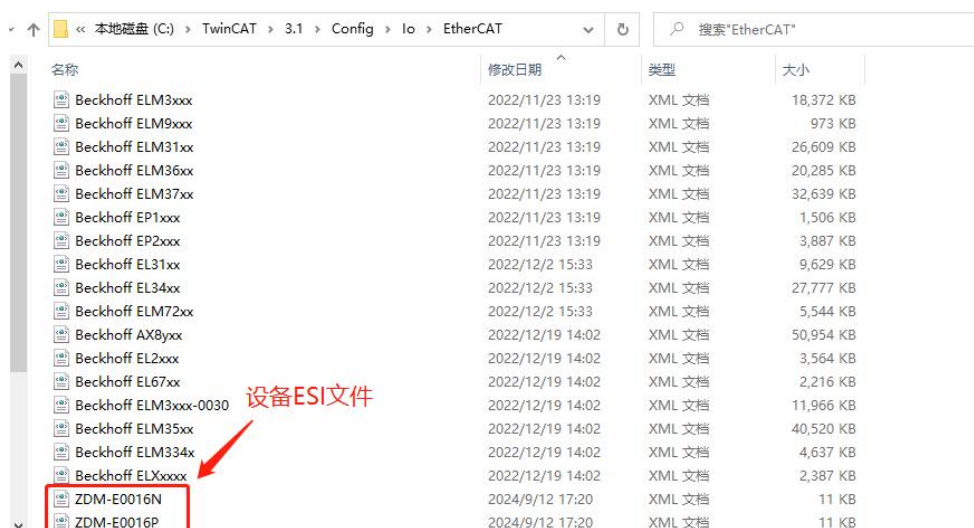

图 5.1 ESI 文件存放处
- 1) 将需要烧录的 ESI 文件拷贝至 C:/TwinCAT/3.1/Config/IO/EtherCAT 路径处。如图 5.1 所示。